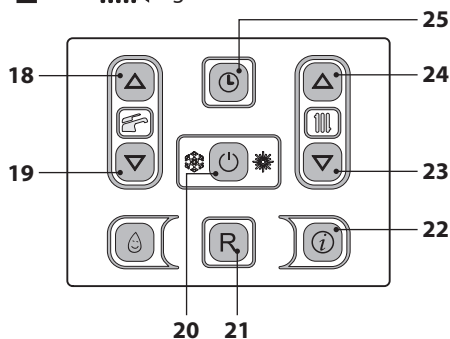

Figura 2.5
Entrare in "modalità programmazione" tenendo premuto per 5 secondi il tasto 25 (Figura 2.5) fino a far apparire sul display il simbolo (L).
Agendo sui tasti 23 (diminuzione) e 24 (aumento) Figura 2.5 è possibile impostare i valori di ora, giorno e data, agendo sui tasti 18 e 19 è possibile passare da un parametro all'altro.
- Tenere premuto per 2 secondi il tasto 20 fino a far apparire sul display entrambe i simboli  e  Figura 2.5.